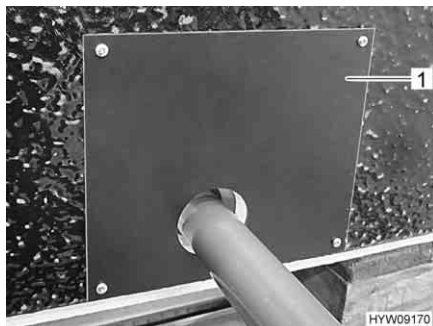

Fig. 192 Copertura (vano del serbatoio delle acque grigie)
- Rimuovere la copertura (Fig. 192,1) del serbatoio delle acque grigie.
- Posizionare la copertura (Fig. 192,1).